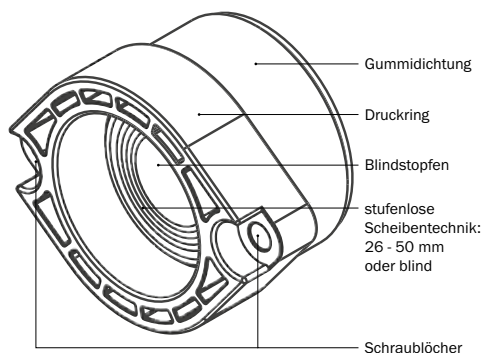

Abbildung 11.2: **KRASO® BKP - Wand - Dichteinsatz - Strom/Wasser -**
- Entfernen Sie den Blindstopfen des **KRASO® BKP - Wand - Dichteinsatz - Strom/Wasser -** und passen Sie die Gummidichtung anhand der vorgegebenen stufenlosen Scheibentechnik (26 - 50 mm oder blind) entsprechend des Rohrleitungsdurchmessers an (s. Abbildung 11.2).